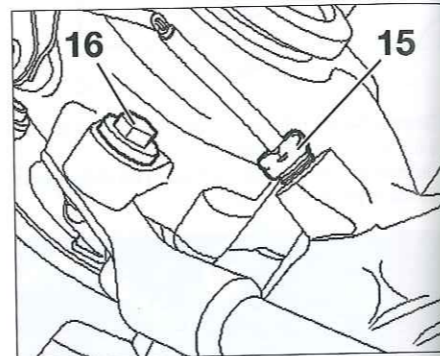

Fig. 51
- Desatornillar del tubo de retorno de aceite, los tornillos (Fig.51):
- hueco del turbocompresor (15),
- superior del turbocompresor (16).